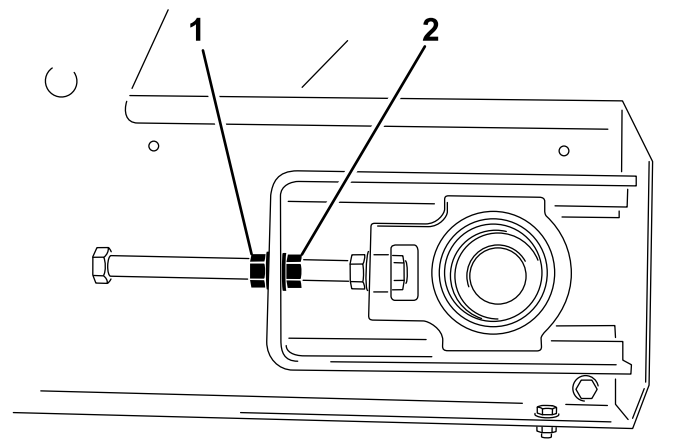

図 55
4. テンショナロッドが回らないようにロッドの端部をレンチで押さえながら、もう本のレンチでロッキングナットロッドの端部に一番近いナットをゆるめる **図 55**。
3. ベルトが寄ってくる側で調整する。テンシヨナロッドが回らないようにロッドの端部を押さえながらロッキングナットをゆるめ、調整ナットをナットの面分締めつける 図 55。